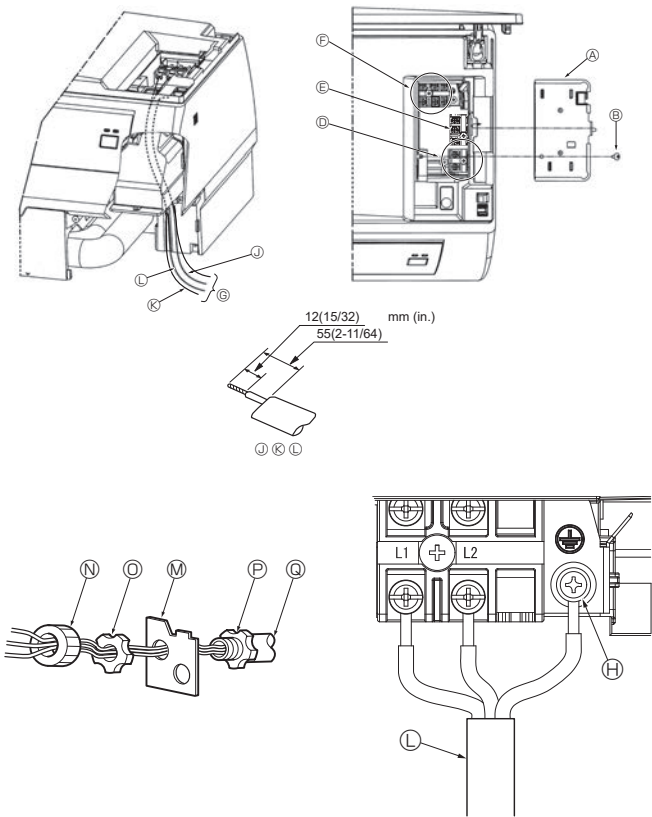

Fig. 6-1
6.2. Installations électriques (Fig. 6-1)